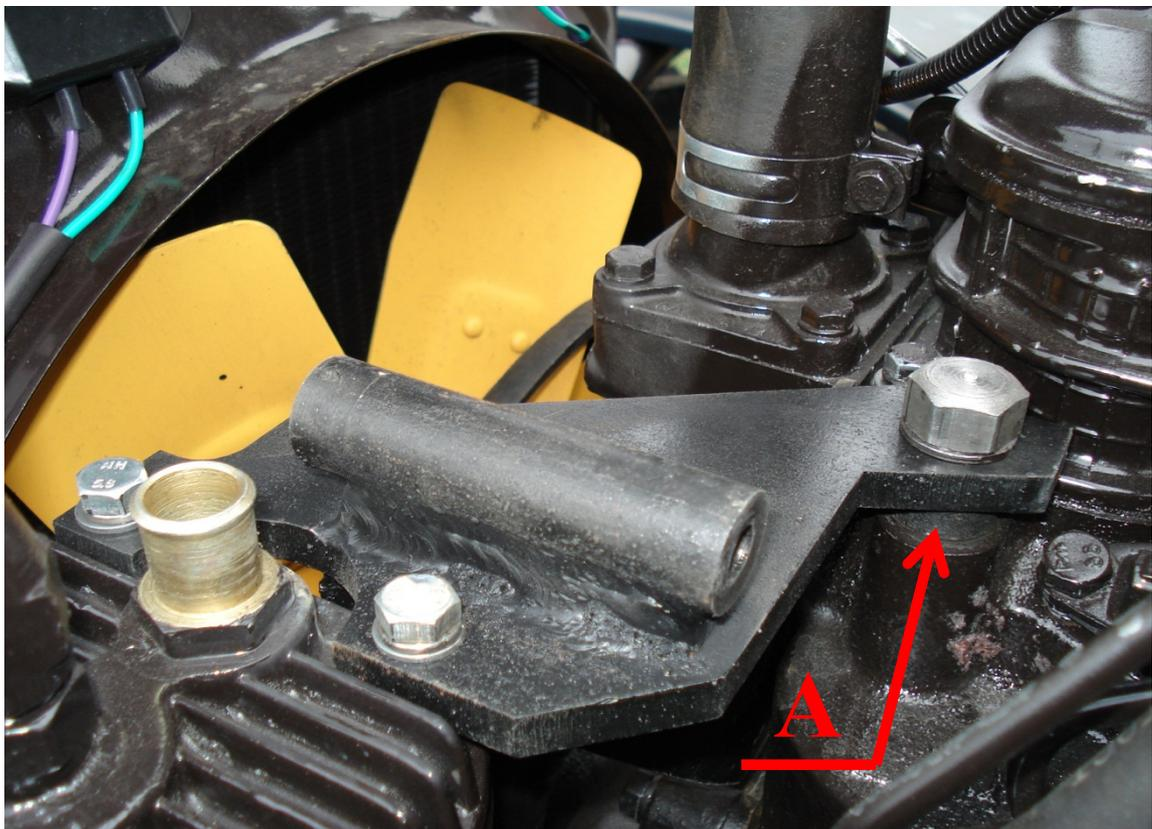

Рис.4
- 2.3. Установить кронштейн компрессора, положив между ним и головкой блока цилиндров дистанционную шайбу «**A**» высотой 13 мм, входящую в комплект кронштейна, и закрепить его болтом М14 (в головку блока), М8\*130 – 2 шт. (в воздушный компрессор) и М10 (в головку блока с переднего торца), также входящими в комплект. (Рис. 4)